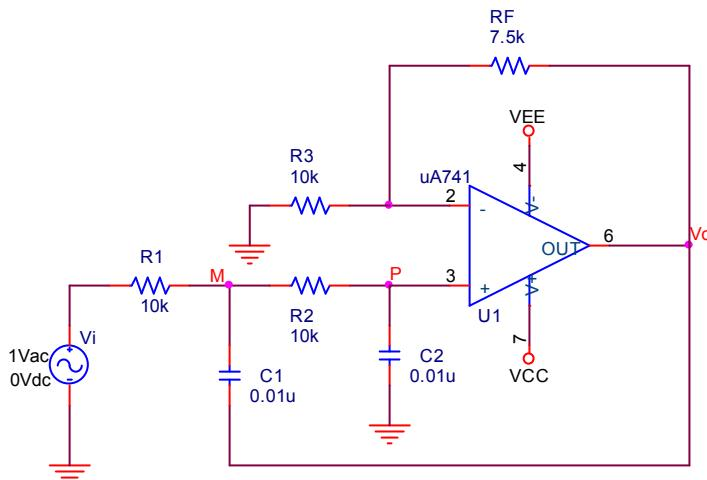

图 8.2.7 二阶压控电压源 LPF
8.2.7 二阶压控电压源低通滤波器电路如图 8.2.7 所示，一般取 $R_1=R_2=R$, $C_1=C_2=C$ 。运放选用 uA741，工作电压为 $\pm 12V$ 。(ti8_2_3)